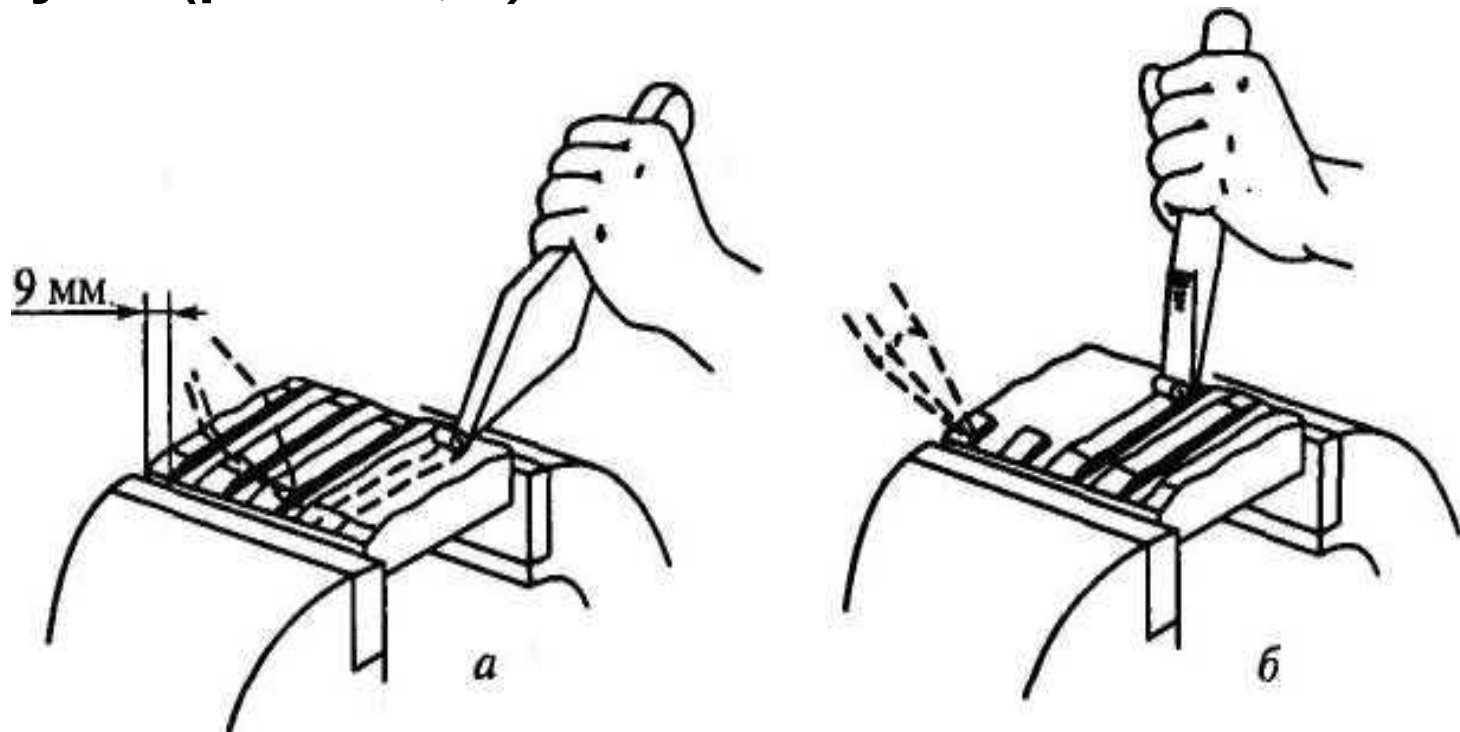

Рис. 4.4. Срубание материала с широкой поверхности:
3. При срубании слоя металла на широкой поверхности детали сначала при помощи крейцмейселя прорубить канавки глубиной 1,5...2,0 мм по всей поверхности детали (рис. 4.4, а), затем зубилом срубить оставшиеся выступы (рис. 4.4, б).